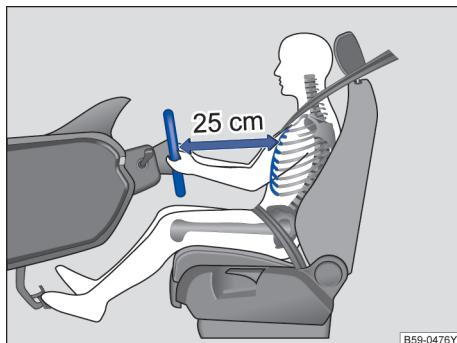

图 24 驾驶员与方向盘之间至少保持为 25 cm 的距离
- 调节方向盘，使驾驶员胸部与方向盘之间至少保持 25 cm 的距离→ **图 24**。